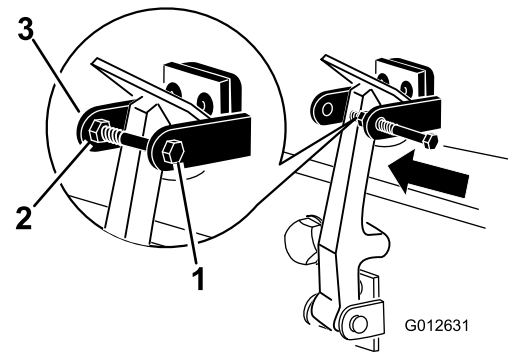

Figura 8
8. Instale el perno en el otro brazo del seguro de cierre del capó para bloquear la posición del cierre (Figura 8).